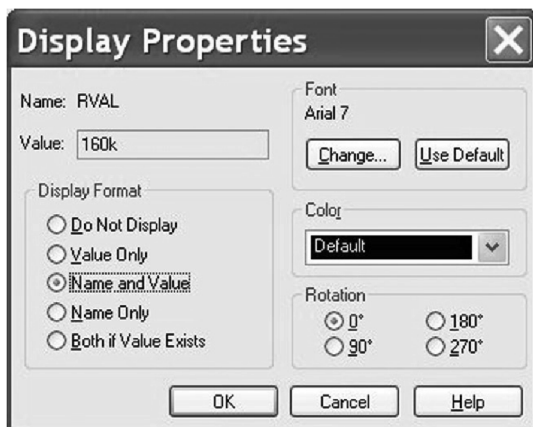

图 20.36 显示子参数 RVAL 的名称和参数值
2. 双击 subparam 子参数元器件打开其属性编辑器，添加新行（或列），子参数名称 RVAL，默认值为 160k。如图 20.35 所示，选择 RVAL 然后 **rmb > Display** 对其显示进行设置。如图 20.36 所示，在 Display Properties 显示属性窗口中选择 Name and Value，对于子参数的名称和参数值进行显示。